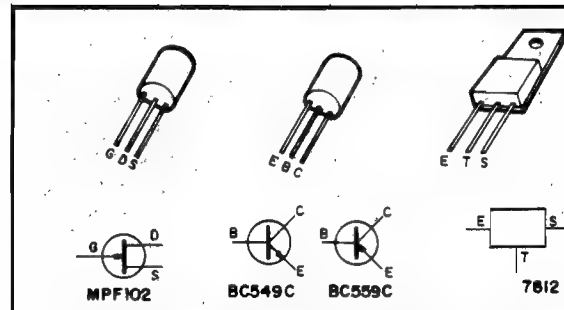

Fig.2
- FIG. 2 - PRINCIPAIS COMPONENTES DA MONTAGEM - Para facilitar a "vida" dos montadores, a figura mostra, em aparência, pinagem e símbolo, todos os componentes "ativos" do circuito, incluindo o FET (MPF102), os transistores bipolares (BC559C e BC549C) e o Integrado regulador de Tensão (7812). Para o principiante, é importante fixar bem a codificação das pinagens antes de